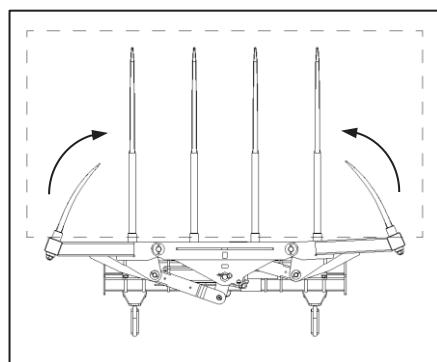

Fig.9
- ✓ After penetrating a bale stack, ensure the wings are closed as far as possible – transporting hay bales with partially engaged wings pose a safety risk (Fig. 9).
- ✓ Nadat 'n baalstapel binne gedring is, maak seker dat die vlerke so ver moontlik gesluit is - die vervoer van hooibale met gedeeltelik vasgemaakte vlerke hou 'n veiligheidsrisiko in (Fig. 9).